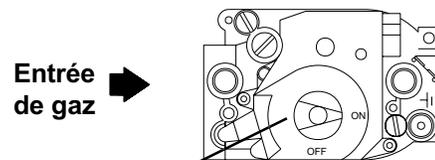

Figure 20. La manette de contrôle du gaz à la position « ON ».
6. Attendre cinq (5) minutes que tout gaz se dissipe. Arrêter si vous sentez alors une odeur de gaz. Suivre l'étape « B » dans les consignes de sécurité ci-dessus. Passer à l'étape suivante en l'absence de gaz.
7. Tourner la manette de contrôle du gaz dans le sens des aiguilles d'une montre, jusqu'à la position « ON ».  Voir figure 20.